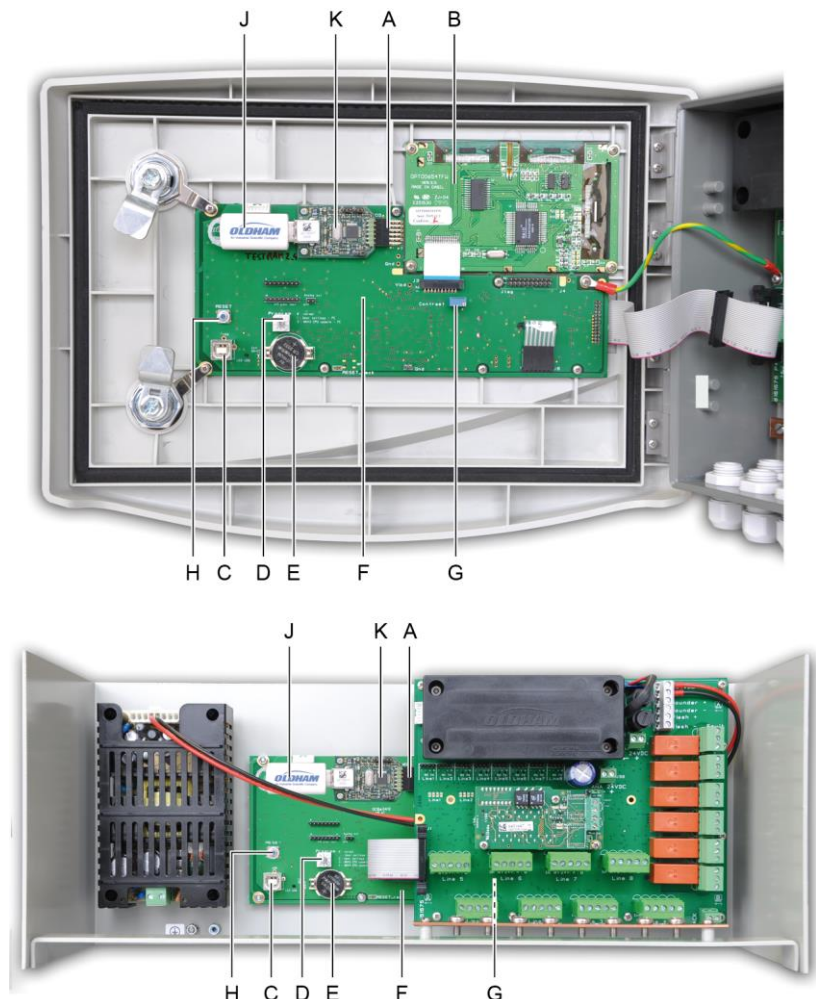

Figure 10 : vue interne en version murale et rack – carte microcontrôleur et afficheur.
M.	Carte microcontrôleur. Voir Figure 10 en page 14.
U.	Connecteur USB de liaison avec le PC supportant l'application COM 43. Voir Figure 10 en page 14.
V.	Commutateur de programmation. Voir Figure 10 en page 14.
W.	Pile lithium de type CR2032. Voir Figure 10 en page 14.
X.	Module RS485 (sortie numérique). Voir Figure 10 en page 14 et page 69.